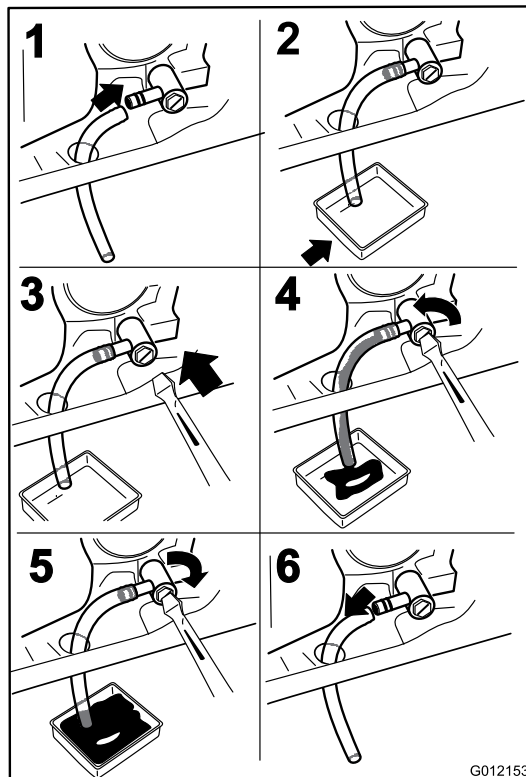

Figure 45
4. Avant de quitter la position de conduite, coupez le moteur, enlevez la clé de contact et attendez l'arrêt de toutes les pièces mobiles (Figure 45).